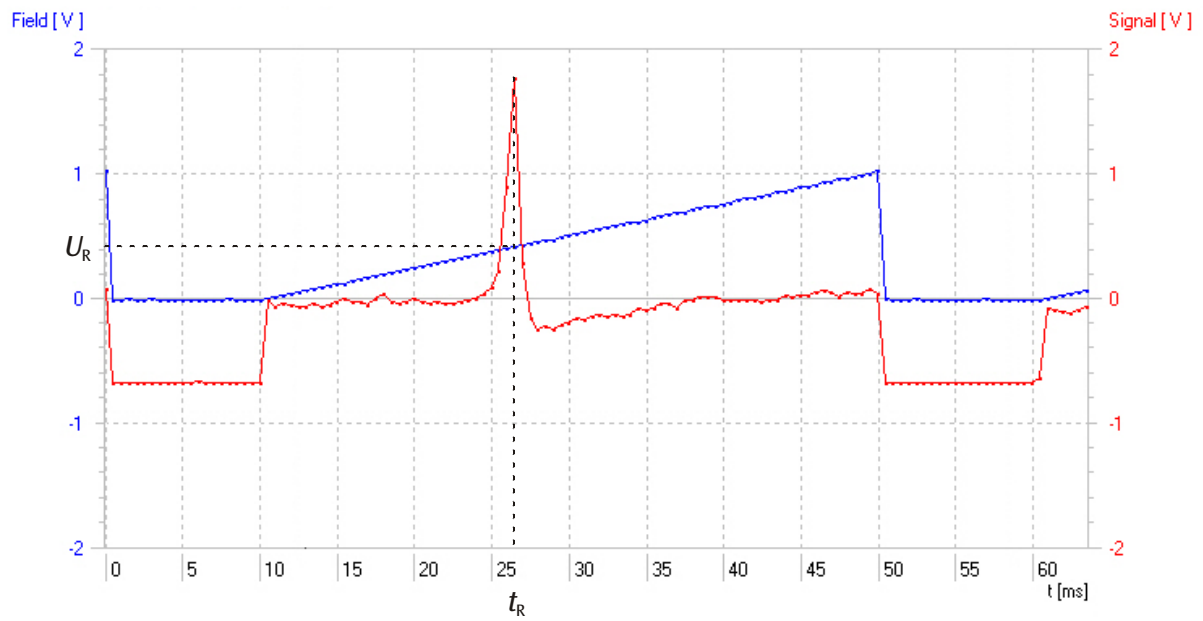

Fig. 6 Andamento del segnale con 40 MHz (rosso: segnale di assorbimento in funzione del tempo, blu: tensione della bobina in funzione del tempo)
- Annotare la tensione bobina di risonanza U_R e la relativa frequenza di risonanza ν_R (vedere fig. 6).